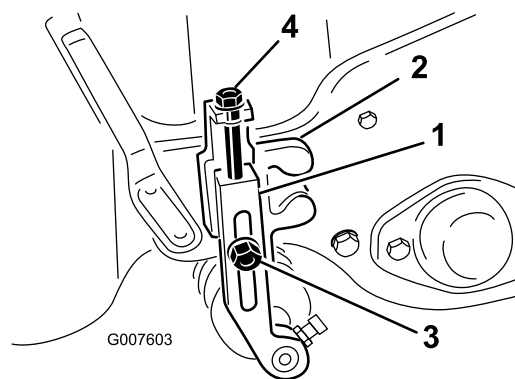

図 49
2. 刈り高アームを刈り高ブラケットに固定しているロックナットをゆるめる 図 49。